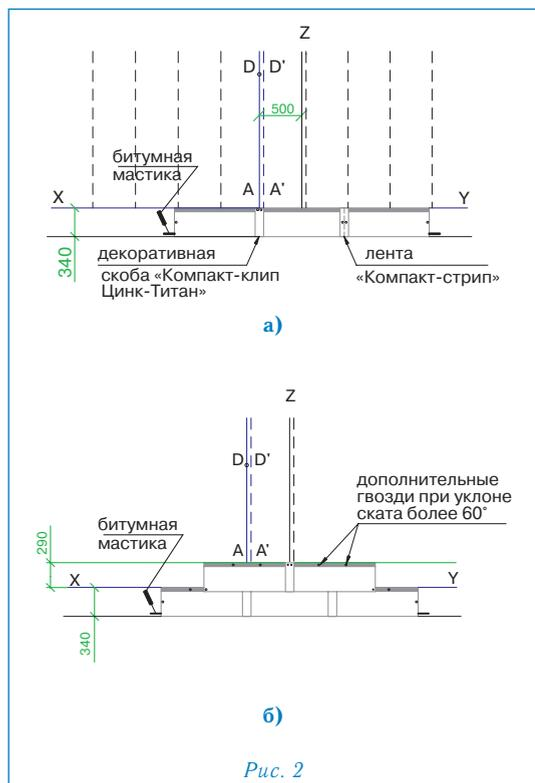

Рис. 2
Укладка материала (рис. 2)
- листы второго ряда черепицы укладываются от линии Z, их нижний край выравнивается по линии, параллельной XY; каждый лист фиксируется двумя гвоздями в 2,5 см от нижней стороны; стыки закрываются декоративными скобами «Компакт-клип Цинк-Титан», которые также фиксируются двумя гвоздями (рис. 2б);
Каждый лист ПРЕСТИЖ КОМПАКТ ЦИНК-ТИТАН закрепляется четырьмя гвоздями, в соответствии с рекомендациями, приведенными выше (рис. 2б).
При укладке материала на скатах с уклоном более 60° каждый лист дополнительно фиксируется двумя гвоздями в верхней части (рис. 2б).